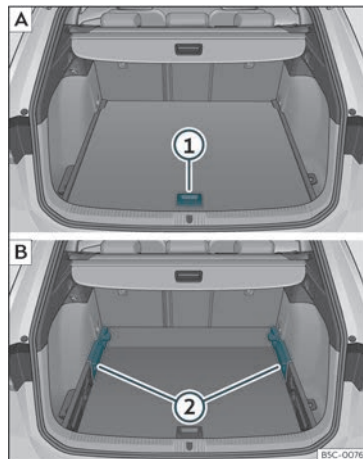

Fig. 122 Piso variable do maleteiro: **A** posición alta; **B** posición baixa.
- Para pasar da posición baixa á alta, levante o piso pola asa >>> **fig. 122** **1**, puxe cara atrás ata que a parte dianteira do piso supere totalmente os soportes >>> **fig. 122** **2**.
- Para pasar da posición alta á baixa, levante o piso pola asa >>> **fig. 122** **1**, puxe cara atrás ata que a parte dianteira do piso supere totalmente os soportes >>> **fig. 122** **2**.
- Co piso variable en posición alta, levánteo pola asa»» fig. 122 ①, puxe dela e empuxe cara ao respaldo dos asentos posteriores ata que se dobre o piso pola liña de bisagra e a parte móbil do piso repose sobre el.